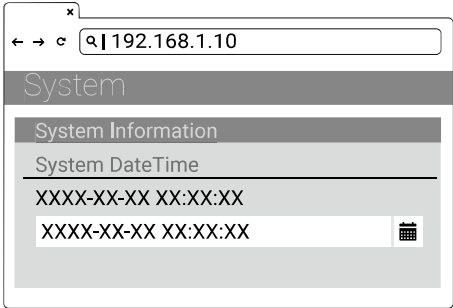

Figura 4-13 Seleccione la fecha y hora
- 4) Seleccione el botón del calendario que aparece a la derecha para ajustar la fecha y la hora actuales. Vea la siguiente figura 4-13.